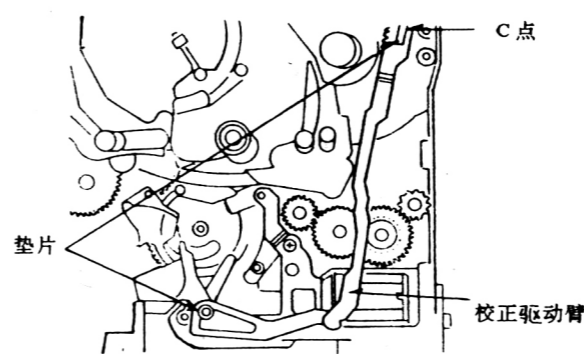

图 1-3-48
1. 从“C”点插入校正驱动臂, 然后按图 1-3-48 所示插入垫片。